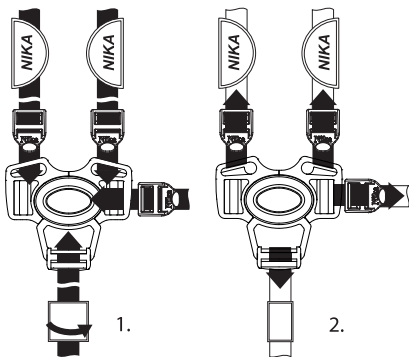

Рис. 2 Крепление ремней безопасности
- Закрепить боковые страховочные ремни, используя пряжки (см. рис. 2);
5.1. Во избежании травм, связанных с выпадением ребенка из коляски, всегда используйте ремень безопасности (рис. 2).